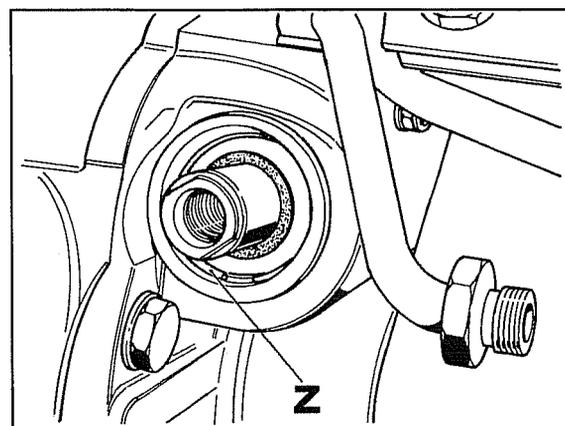

Abb. 71
4. Mit dem entsprechenden Dorn auf den Deckel **E** des Zylinders schlagen, bis er sich hinein bewegt, und zwar so weit, daß man den Sprengring **Z** Abb. 71 freigibt und ihn dann herausziehen kann.